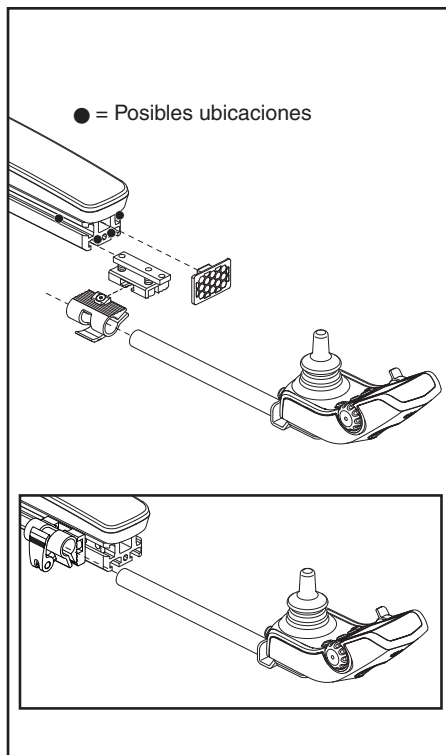

Figura 18. Posición del mando (en imagen, soporte estándar)
3. Afloje los pernos de montaje en el soporte del mando. **Ver figura 18.**